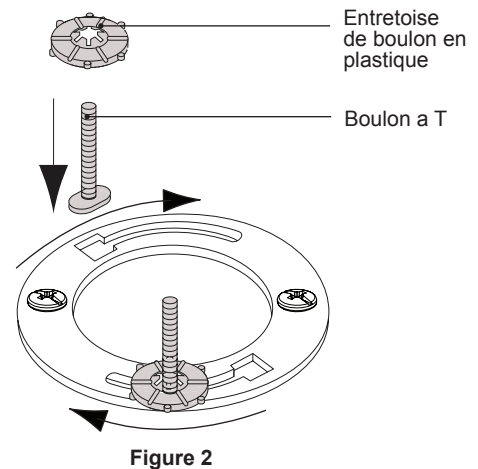

Figure 2
- ❶ Avant d'installer un joint de cire neuve, installer la bride T-boulons et d'écrous bol sur la bride du WC (Figure 2).
- ❷ Placez la tête plate de la T-boulon dans l'ouverture sur la bride de sol.
- ❸ Faites glisser le T-vis le long du canal bride de sol jusqu'à ce qu'il s'arrête à la fin de la chaîne et est assis à la verticale (vers le haut et vers le bas).
- ❹ Thread sur le spacer bol en plastique jusqu'à ce qu'il soit posé sur la bride de sol.